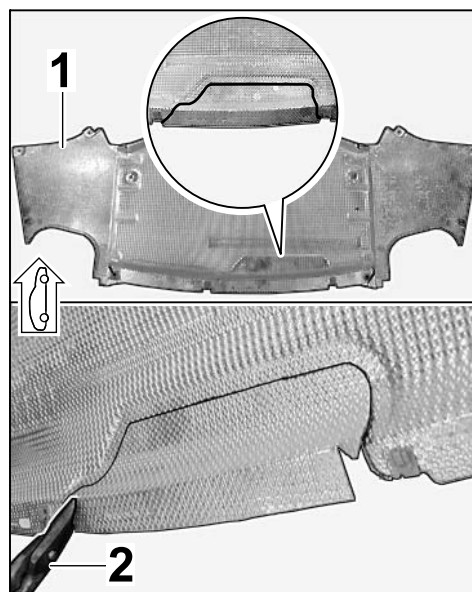

Рис. 4
- 1.4.1 Выполнить вырез для тягово-сцепного устройства, отмечен на внутренней стороне облицовки днища, с помощью ручных ножниц по металлу (⇒ *Рис. 4*).